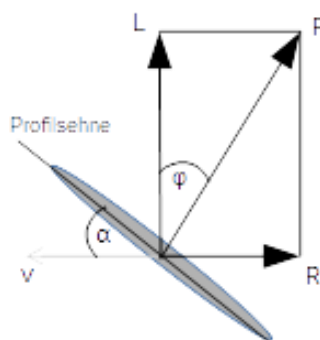
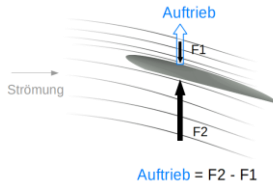

Abbildung 2
Abbildung 3
In Fahrt entsteht an der Finne eine hydrodynamische Kraft (F). Sie setzt sich aus dem Strömungswiderstand (R) und dem dynamischen Auftrieb (L) zusammen (Abbildung 2). Ihr gemeinsamer Angriffspunkt ist der Druckpunkt der Finne.
Der Auftrieb einer Finne entsteht durch ihre Querstellung zur Strömung. Wasserteilchen die die Finne an der Luv Seite („oberhalb“) umspülen, legen einen längeren Weg als auf der Lee Seite zurück. Sie müssen in Luv an ihr schneller vorbeifließen. Dadurch entsteht auf dieser Seite ein Unterdruck („Sog“), welcher die Finne nach Luv („oben“) zieht (Abbildung 3).
Als eine seitliche Darstellung betrachtet, ist Abbildung 3 der Querschnitt eines Tragflügels, mit einem wie erwarteten Auftrieb nach oben. Wird hingegen das Bild als von oben dargestellt interpretiert, so ist es der Querschnitt einer senkrecht im Wasser stehenden Finne, mit einem zur Seite gerichteten Auftrieb. Aus dem Kräfteparallelogramm (Abbildung 2) geht hervor, dass F senkrecht zur Finnenfläche steht, wodurch $\varphi = \alpha$ ist. Damit ist der Auftrieb
Ändert sich die Richtung der Anströmgeschwindigkeit, ändert sich die Richtung der Gesamtkraft F . Der dynamische Auftrieb L steht jedoch immer senkrecht ($\sin 90^\circ = 1$) zur Geschwindigkeit v , siehe Abbildung 2. Das bedeutet, dass